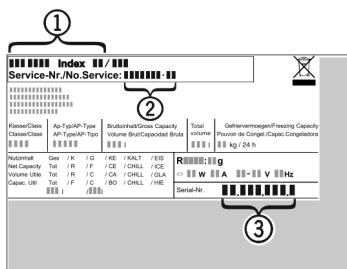

Fig. 10
- ▶ Produktbetegnelse Fig. 10 (1), servicenr. Fig. 10 (2) og serienr. Fig. 10 (3) finner du på typeskiltet. Typeskiltet sitter på venstre side inne i enheten.
- ▶ Kontakt kundeservice, beskriv feilen og angi produktbetegnelse Fig. 10 (1), servicenr. Fig. 10 (2) og serienr. Fig. 10 (3).